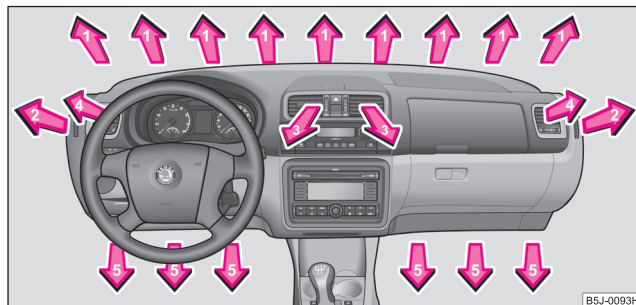

Fig. 97 Difusores de salida de aire
- Oriente los difusores **3** y **4** de tal modo, que la corriente de aire esté dirigida ligeramente hacia arriba ⇒ página 115, fig. 97.
- Oriente los difusores de salida de aire 3 y 4 ⇒ página 115, fig. 97 de tal modo, que la corriente de aire esté dirigida ligeramente hacia arriba.
Ud. puede regular la distribución de aire a los difusores mediante las teclas de la unidad de mando del Climatronic ⇒ página 112. Los difusores de salida de aire 3 y 4 ⇒ página 115, fig. 97 se pueden cerrar y abrir por separado. ■